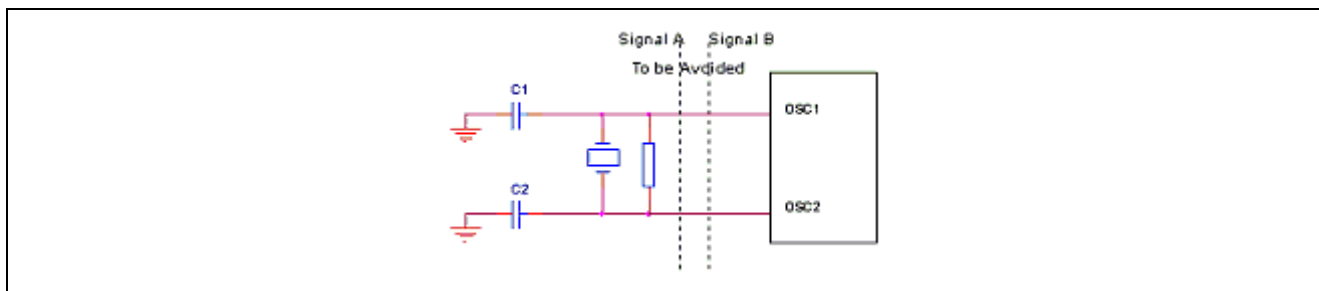

図 9.2 信号線
- 発振回路の近くに信号線を通さないでください。発振子が誘導電流の影響を受ける場合があります（図 9.2 参照）。